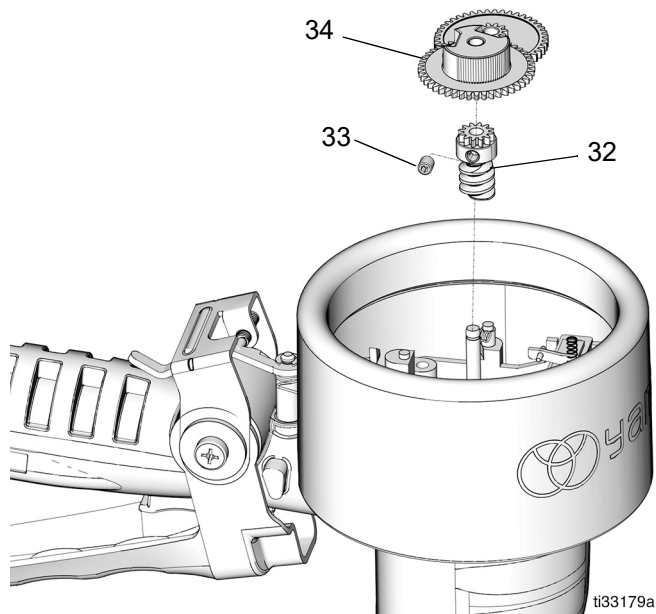

図 11
5. 2 mmの六角レンチを使用して、ギアセットネジ (33) を外します。ギア (32、34) を取り外します (図 11)。